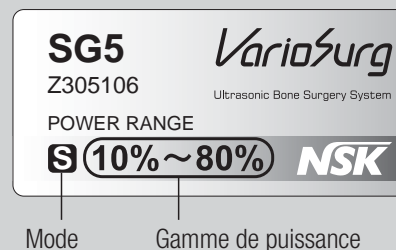

Fig. 21
- Utilisez l'insert au mode et dans la gamme de puissance affichés sur l'étiquette du boîtier de l'insert. En cas d'utilisation en dehors de la gamme de puissance prescrite, l'insert pourrait se briser ou vous pourriez endommager la surface de la dent ou des tissus mous (Fig. 21).